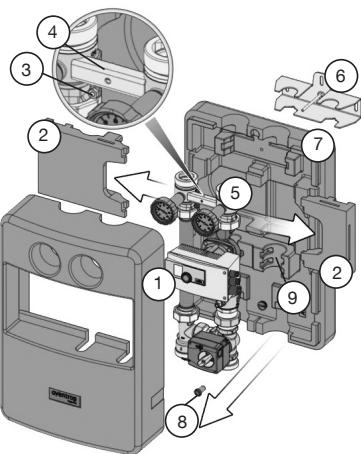

Fig. 4
1. Demontați carcasa termoizolantă frontală (1) (fig. 4).
2. Îndepărtați blocul intermediu (2) (fig. 4).
3. Desfaceți piulița hexagonală (3) cu cheia de mărimea 10 și demontați placă de fixare (4) (fig. 4).
4. Desprindeți grupul de armături (5) și suportul de perete (6) de pe carcasa termoizolantă posterioară (7) (fig. 4).